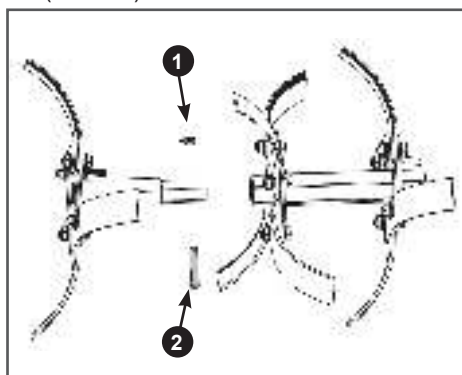

Рис. 18 Соединение основной и дополнительной секций фрезы
6. Соедините основную и дополнительную секции фрезы. Вставьте хвостовик дополнительной секции фрезы в основную секцию, совместите отверстия, вставьте палец 2 и зафиксируйте палец шплинтом 1 (Рис. 18).